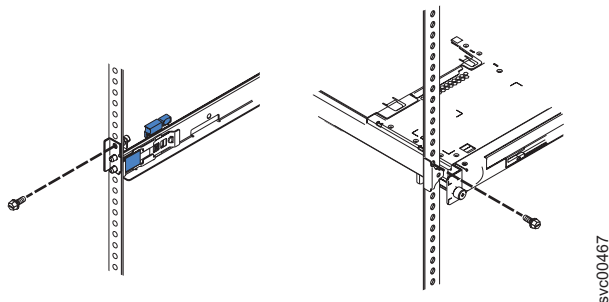

図 26. ノードをラックに固定する M6 ねじ
3. 32 ページの図 26 に示されているように、スライド・レールをラックに固定します。ノードをスライドさせてラックから 15 cm 引き出し、各スライド・レールに M6 ねじを挿入します。ノードを押して、所定の位置に戻します。